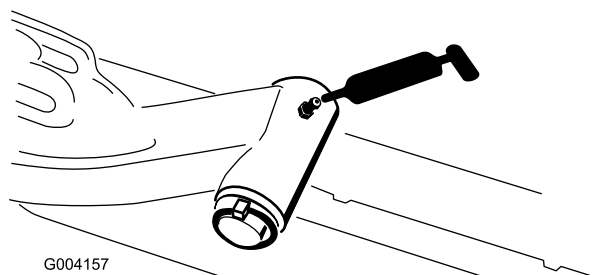

Bild 32
- Hubarmgelenkwelle (1) (Bild 32)